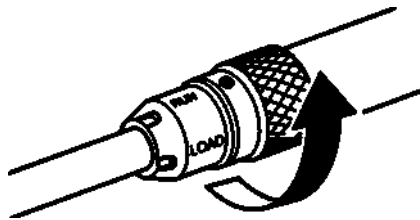

Рис. 4. Установка муфты в положение RUN
5. Поворотом установите блокировочную муфту в положение RUN (Рис. 4)